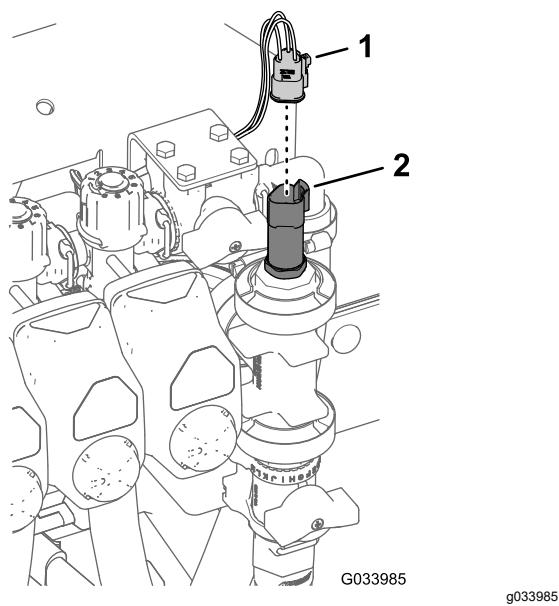

Figure 35
- Fixez la patte de fixation de la vanne de commande au support du collecteur (Figure 35) à l'aide de 4 boulons à embase (6 x 16 mm) et 4 contre-écrous à embase (6 mm) ; serrez les boulons à un couple de 10 à 12 N·m.
5. Branchez le connecteur à 3 douilles du transducteur (Figure 35).